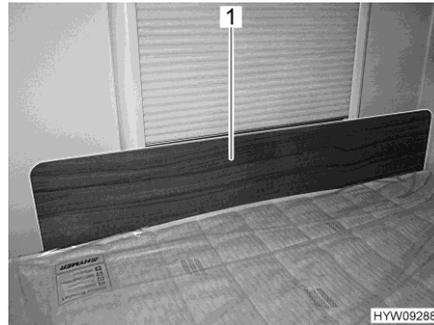

Fig. 86 Panel protector / protección contra caídas
- Meter el panel protector (Fig. 86,1) delante de la ventana, entre el colchón y el marco de la ventana. El efecto de apriete del colchón retiene al panel protector en su posición delante del marco de la ventana.